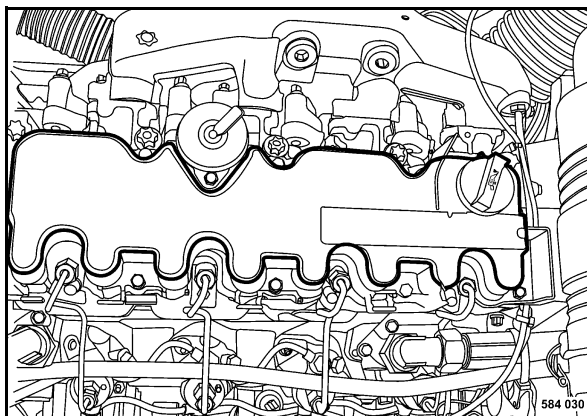

Fig. 171
- Smontare il coperchio testa cilindri (Fig. 171).